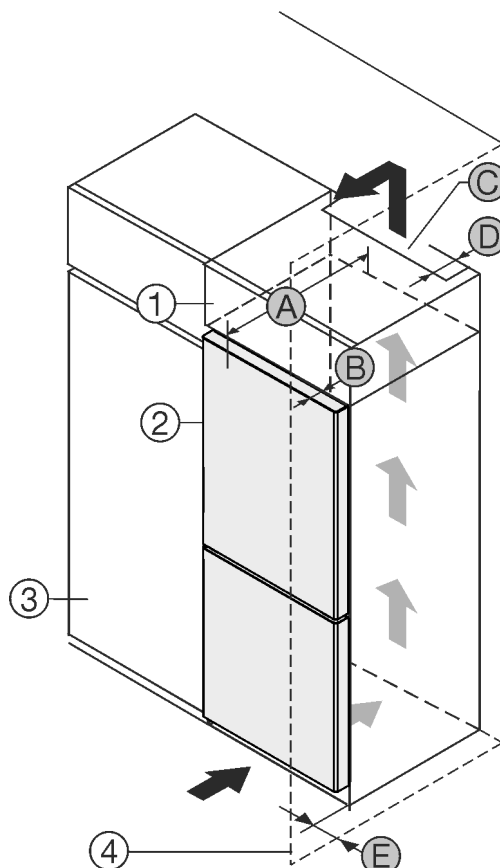

Fig. 1
- (1) Nadgradna omara
- (2) Naprava
- (3) Kuhinjska omara
- (B) Globina vrat
- (C) Presek prezračevanja
- (D) Odmik hrbtne strani naprave
- (E) Odmik do strani naprave
- (4) Stena
- (A) Globina naprave
Aparat postavite neposredno zraven kuhinjske omare Fig. 1 (3).*
Na zadnji strani nadgradne omare mora biti zaradi prezračevanja in odzračevanja po vsej širini nadgradne omare prezračevalni jašek globine Fig. 1 (D).
Pod stropom je treba upoštevati presek prezračevanja Fig. 1 (C).
Če aparat postavite s tečaji poleg stene Fig. 1 (4), mora razdalja med aparatom in steno znašati vsaj 13 mm.
Če aparat postavite s tečaji poleg stene Fig. 1 (4), mora razdalja med aparatom in steno znašati vsaj 20 mm.
Da vrata lahko odpirate, mora naprava štrleti ven vsaj za globino vrat Fig. 1 (B) glede na fronto kuhinjske omare. Odvisno od globine kuhinjskih omar Fig. 1 (3) in uporabe stenskih distančnikov lahko naprava štrli bolj ven.*